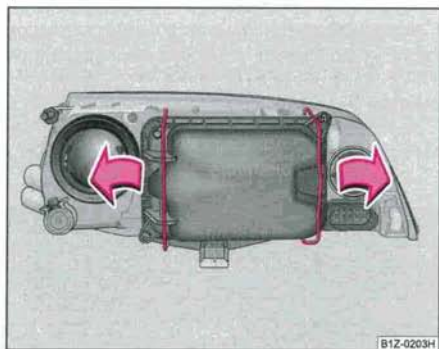

Fig. 219 Dépose du cache des feux de position et de croisement
- Poussez l'étrier en fil de fer sur le côté dans le sens de la flèche et déposez le cache ⇒ fig. 219.